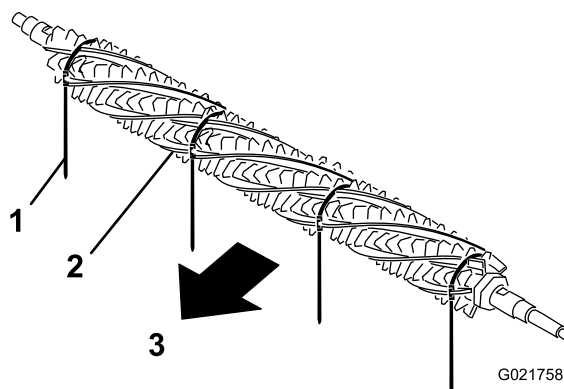

Figura 18
1. Da un lato del cilindro grooming, fate scorrere una spazzola in ogni scanalatura sull'intera lunghezza del cilindro grooming stesso (Figura 18).